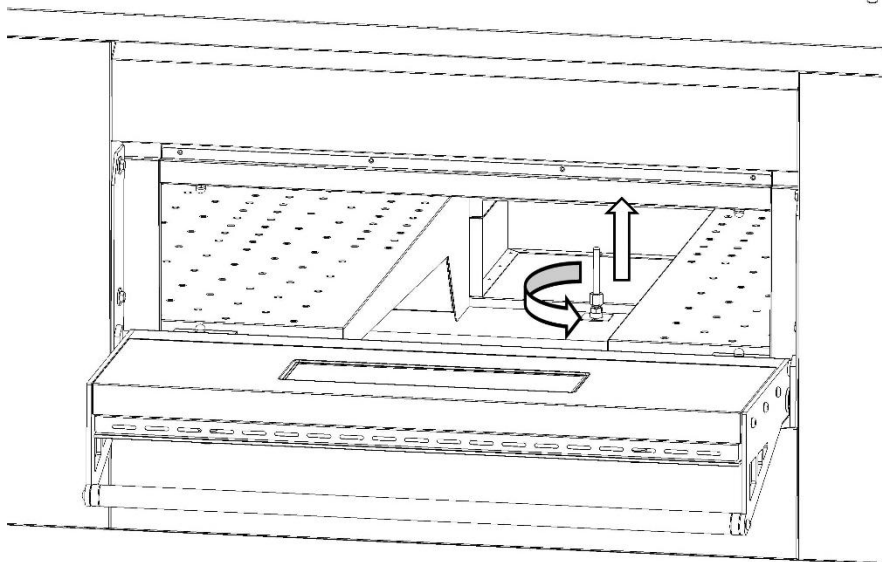

Fig.9B
7. À l'aide d'une clé plate 12 mm, desserrer l'écrou de fixation du support et retirer la sonde (Fig.9B).